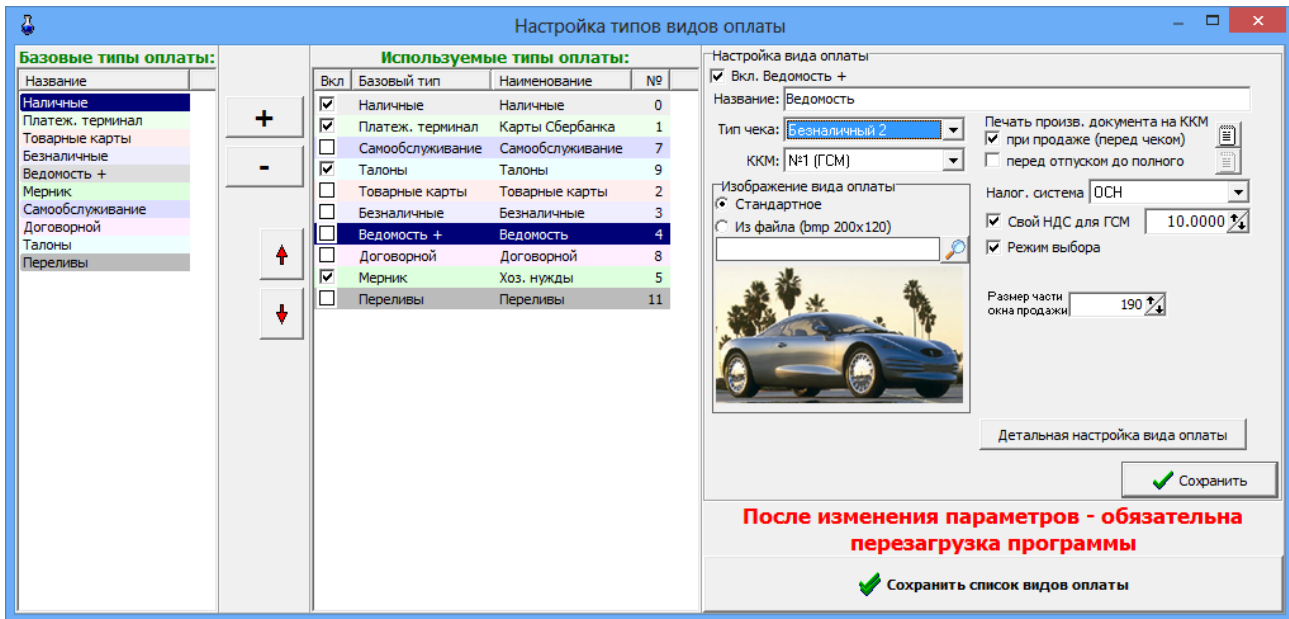

Рис. 28
**Внимание.** Для каждого вида оплаты перед пробитием чека на ККМ можно задать печать произвольного документа. Для этого поставьте «✓» в строке «Печатать произв.документ на ККМ при продаже» и нажав кнопку  в открывшемся окне(рис.28а) задайте информацию, которую хотите выводить в произвольном документе (с помощью описанных в окне переменных).
Для каждого вида оплаты перед отпуском «До заполнения» на ККМ можно задать печать произвольного документа (предчека). Для этого поставьте «✓» в строке «Печатать предчека перед отпуском до заполнения» и нажав кнопку  в открывшемся окне (рис.28б) задайте информацию, которую хотите выводить в предчеке (с помощью описанных в окне переменных).
**Внимание.** Если выбранный вид оплаты не требует дополнительных настроек, то кнопки «Детальная настройка вида оплаты» в окне (рис.28) не будет.
Рис.28а
Для возможности пробития безналичного чека в поле «Настройка вида оплаты», в строке «Тип чека» (рис.28) выберите «Безналичный №» (вид оплаты в Z-отчете).
Для реализации возможности при безналичной оплате выбить чек, как при наличном виде оплаты, в поле «Настройка вида оплаты» в строке «Тип чека» (рис.28) выберите «Наличный».
Если чеки пробивать не нужно, в поле «Настройка вида оплаты» в строке «Тип чека» (рис.28) выберите «Нет». Для сохранения изменений щелкните кнопку «Сохранить».
Выделите в поле «Базовые виды оплаты» - «Товарные карты», в поле «Используемые виды оплаты» тот же вид оплаты, в поле «Настройка вида оплаты» щелчком левой кнопки мыши поставьте « ✓ », в строке «Тип чека» (рис.28) задайте тип чека. Для сохранения изменений щелкните кнопку «Сохранить».
Для реализации в программе оператора отпуска ГСМ «Платежный терминал» выделите в поле «Базовые виды оплаты» - «Платеж. терминал», в поле «Используемые виды оплаты» тот же вид оплаты, в поле «Настройка вида оплаты» щелчком левой кнопки мыши поставьте «✓» в поле строки «Вкл.Платеж. терминал», в строке «Тип чека» (рис.28в) задайте тип чека и задайте время, в течение которого можно будет продолжить отпуск. По истечению заданного времени можно будет только сдать сдачи, чтобы колонка вернулась в состояние ожидания отлива, т.е. стала серой. Выберите тип терминала. Задайте откуда будет браться скидка: «Брать скидку с терминала» или «Брать настроенную скидку» в программе.
Рис.28в
**Примечание.** При использовании карт ПроЦентКарт произвольный документ (нефискальный чек) настраивается (под Сервис-Службой) в меню Настройка\Настройка безналичного чека ПроЦентКарт (или Настройка дисконтного чека ПроЦентКарт). При использовании бонусной карты можно выводить в чек количество начисленных бонусов за каждую покупку (переменная «Бонус+» рис.28г).
Рис.28г
Для реализации в программе оператора отпуска ГСМ «Договорной» выделите в поле «Базовые виды оплаты» - «Договорной», в поле «Используемые виды оплаты» тот же вид оплаты, в поле «Настройка вида оплаты» щелчком левой кнопки мыши поставьте «✓», в строке «Тип чека» (рис.28) задайте тип чека.
Для договорного вида оплаты скидка может подсчитываться с цены, а может с общей суммы. Для реализации возможности подсчета скидки с общей суммы в окне (рис.28) щелкните левой кнопкой мыши в поле «Договорной» и в поле «Скидка с суммы».